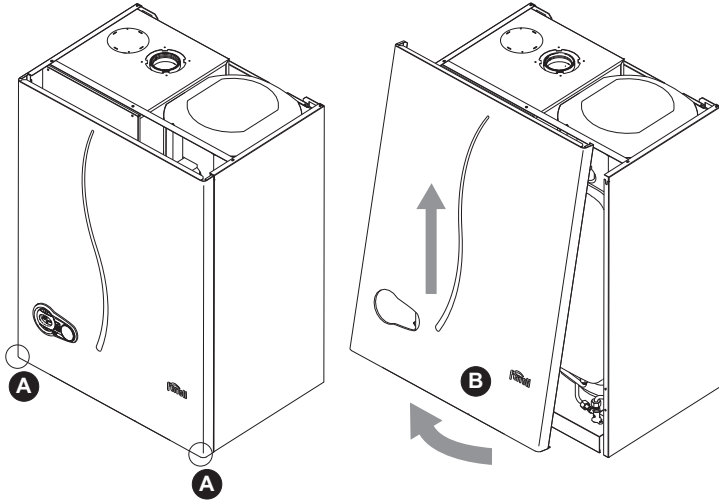

fig. 24 - Apertura del panel frontal
- Desenroscar los tornillos **A** (ver fig. 24).